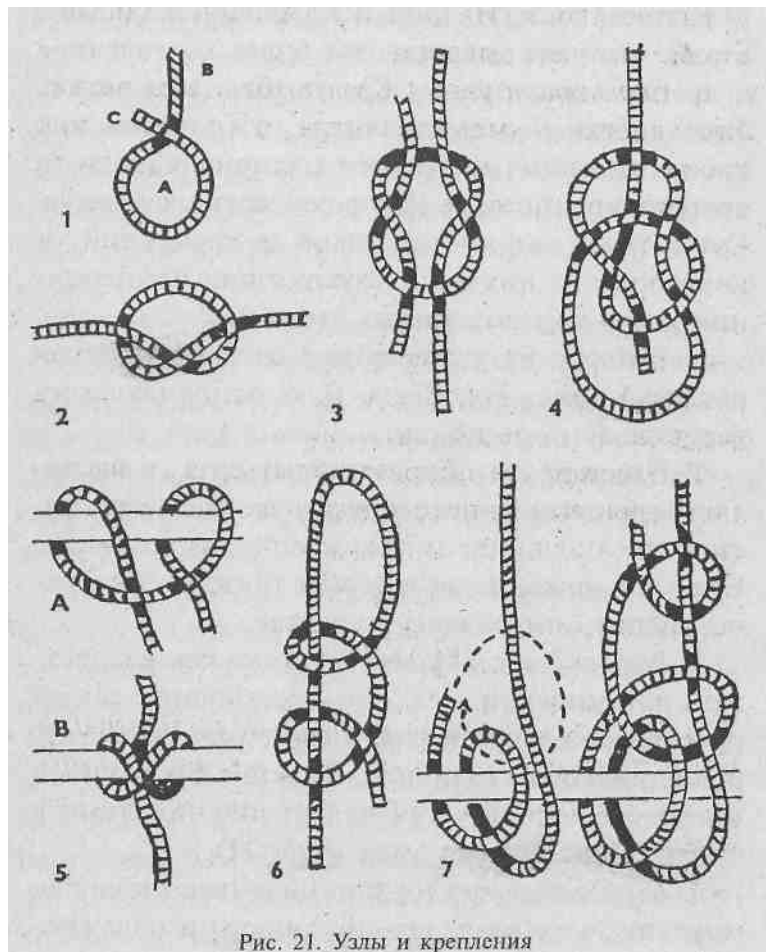

Рис. 21. Узлы и крепления
1. Многие из узлов образуются из простой петли, А (рис. 21). Здесь В — основная часть веревки, С — ее конец.
3. *Рифовый узел*. Известен также как квадратный или морской узел. Он, несомненно, самый простой, но лучший для соединения двух шнуров одинаковой толщины. Вместе с беседочным узлом он используется для крепления линия к уздечке при запуске змея (рис. 21).
4. *Беседочный узел* (булинь) называют королем морских узлов из-за его полезности и надежности. На рис. 21 показано, как правильно его завязывать.
бумаги к шнуру, который образует хвост. На рис. 21 (А и В) показаны стадии его завязывания.
7. *Рыбацкий узел*. Когда на шнур передается изменяющееся усилие, его крепление должно быть особенно надежным. Так происходит с обвязками и стяжками воздушного змея. Если его правильно завязать, то его легко распустить, чтобы поправить положение обвязки (рис. 21).